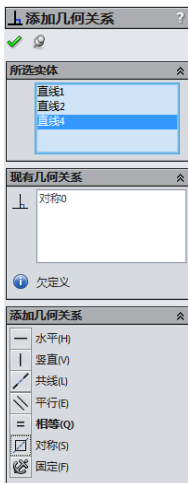
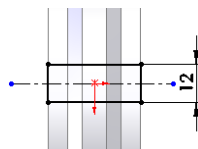

图 3-168 “添加”几何关系属性管理器
图 3-169 绘制的草图
**13** 添加几何关系。在菜单栏中选择“工具”→“几何关系”→“添加”命令,此时系统弹出如图3-168所示的“添加几何关系”属性管理器。在“所选实体”一栏中,用光标依次选择图3-169中矩形的上下两边与水平中心线。单击“添加几何关系”一栏中的“对称”图标按钮,“对称”几何关系出现在“现有几何关系”一栏中。单击属性管理器中的“确定”按钮,将矩形的上下两边添加为关于水平中心线“对称”的几何关系。
**14** 标注尺寸。单击“尺寸/几何关系”工具栏中的“智能尺寸”图标按钮,标注上一步添加几何关系后的草图尺寸,结果如图3-169所示。